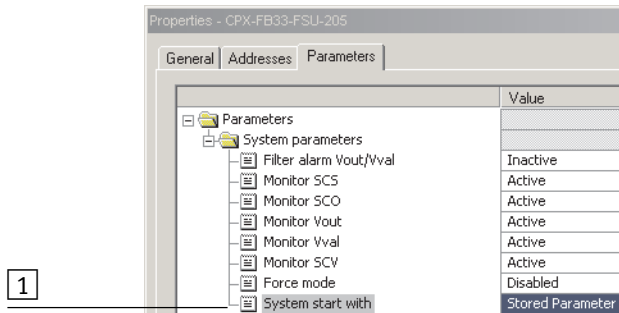

Fig. 2/13 : Démarrage du système en mode de fonctionnement FSU – “Démarrage du système avec les paramètres enregistrés” (“Saved” ou “Stored Parameters”)
- dans les paramètres système du logiciel de commande (par ex. Siemens STEP 7, voir 1 dans Fig. 2/13).